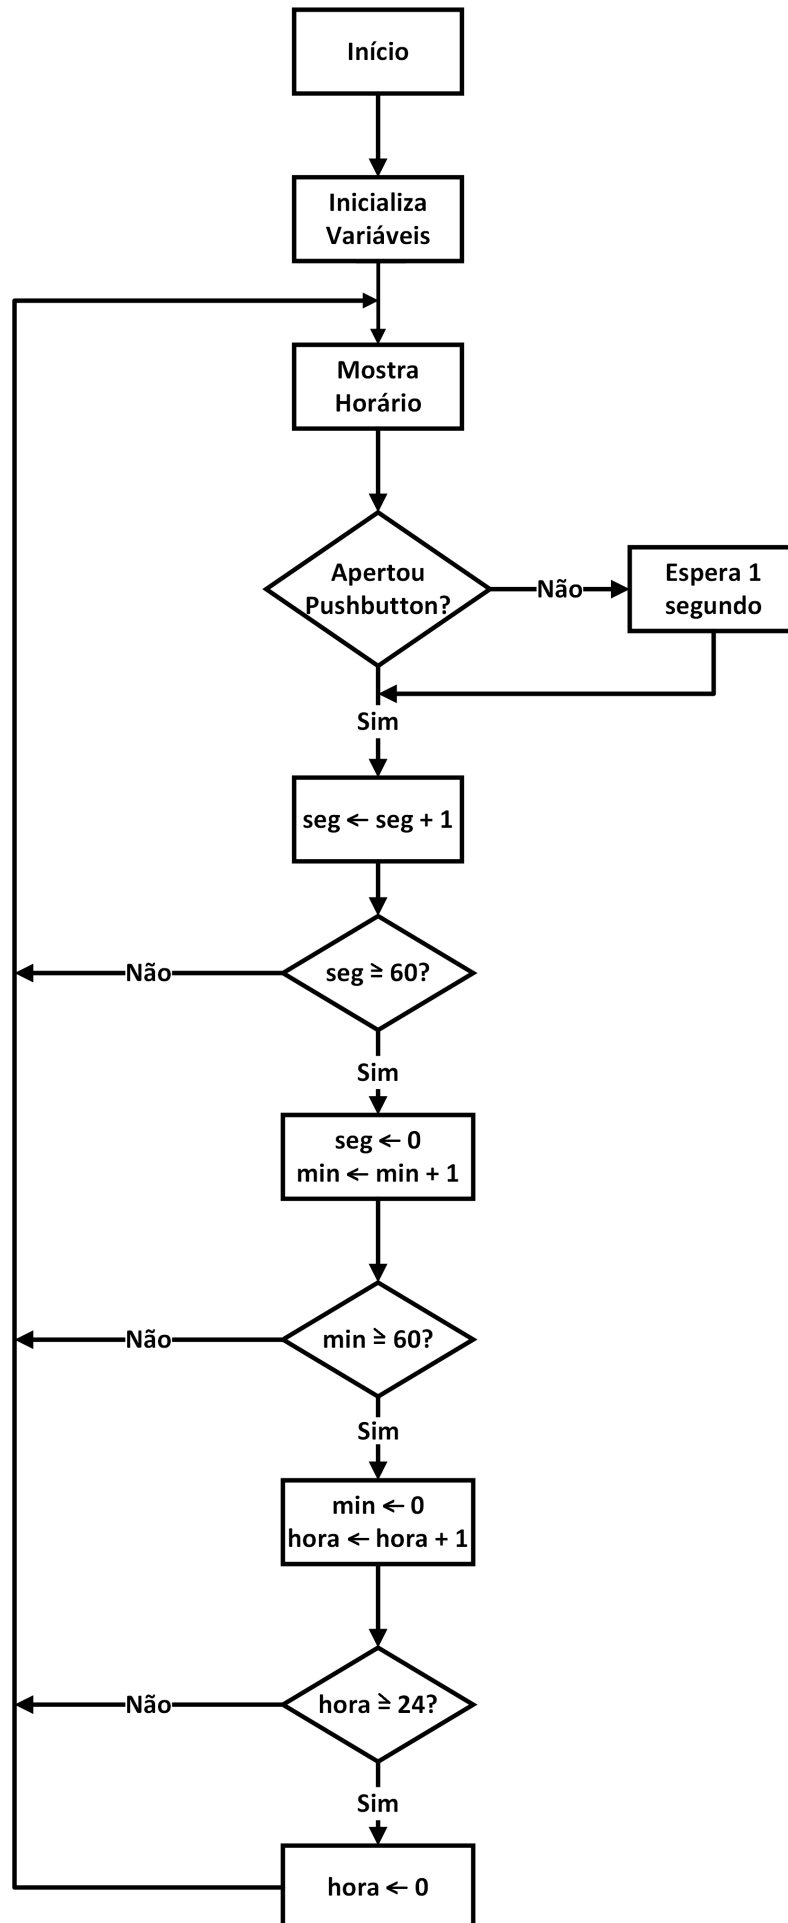

Figura 32: Fluxograma auxiliar para implementação.
- Uma forma de implementação desse problema é a mostrado no fluxograma da Figura 32.